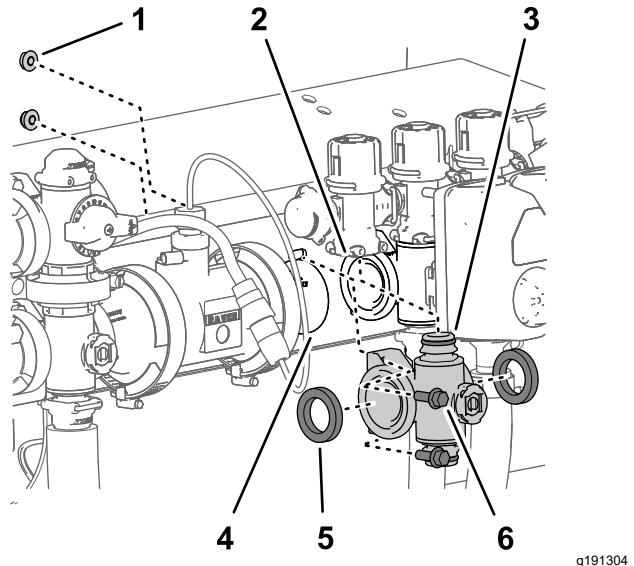

Figure 117
( $\frac{1}{4}$  po) qui fixent le collecteur au support de vannes (Figure 117).
5. Baissez le collecteur de vanne de section et les joints pour les séparer de la vanne de dérivation de section et déposez-les de la machine (Figure 117).